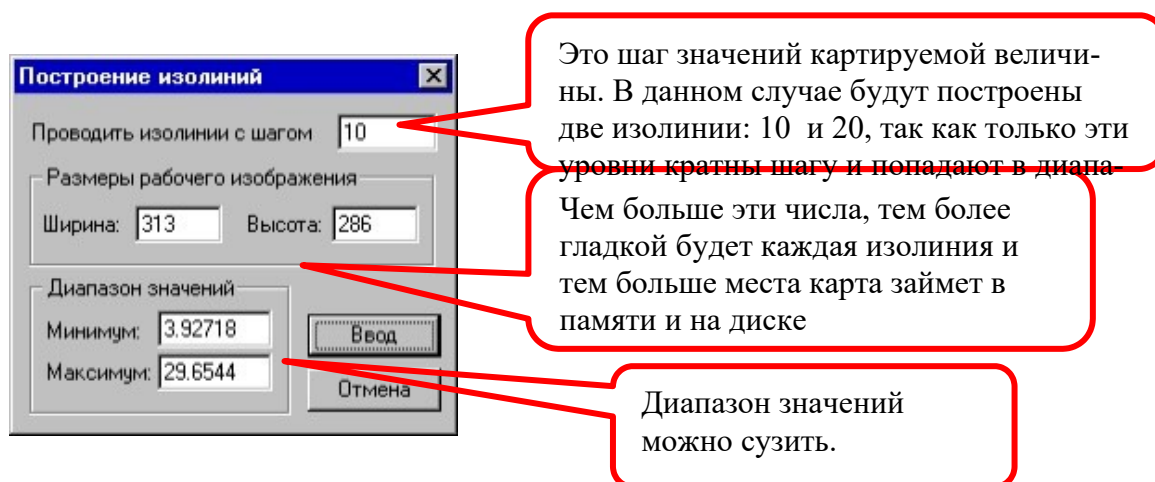

Рисунок 16.5 Окно построений изолиний
5. Построение изолиний поверхности (рисунок 16.5) (параметры подбираются автоматически). Далее -нажмите Ввод.